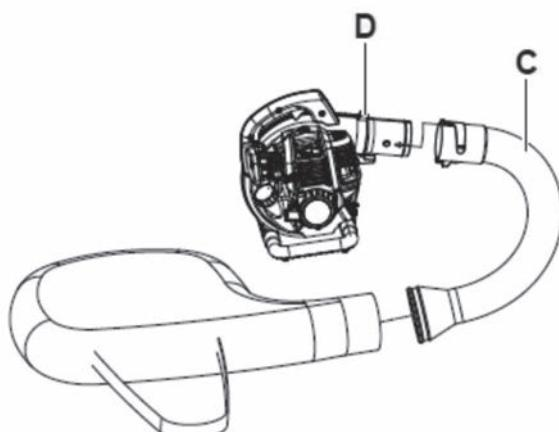

РИС. 5
2) Совместите прорези в изогнутой трубке (С) с выступами на выпускном отверстии вентилятора (D). Наденьте трубку и поверните вниз, пока она не зафиксируется на месте. При правильной сборке трубка будет изогнута вниз (рис. 5).
2) Удерживая машину, поверните изогнутую трубку против часовой стрелки, пока она не отделятся от машины. (рис.5)